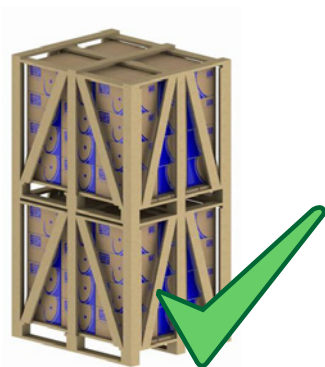
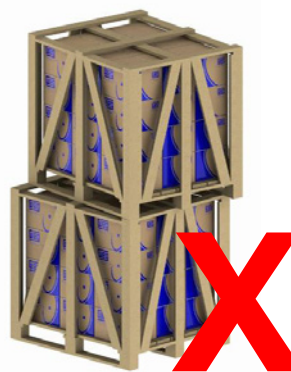

Рисунок 5.1 – Правильное штабелирование
Рисунок 5.2 – Неправильное штабелирование
- 2) Правильно выровняйте упаковку (см. рис. 5.1 и рис. 5.2).